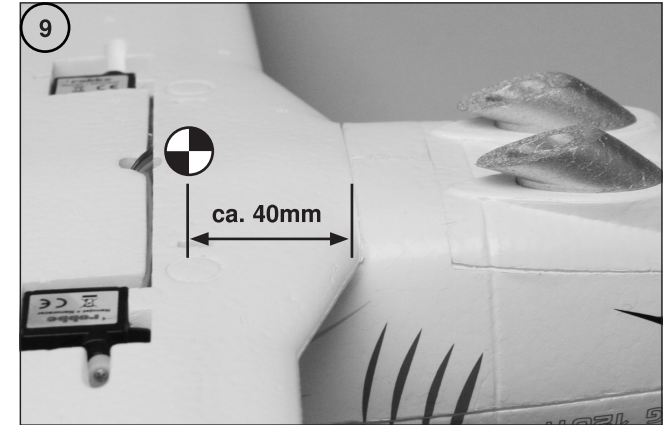

Bild 9
- Der Schwerpunkt C.G. liegt im Abstand von ca. 40 mm hinter der Nasenleiste (siehe Bild 9).